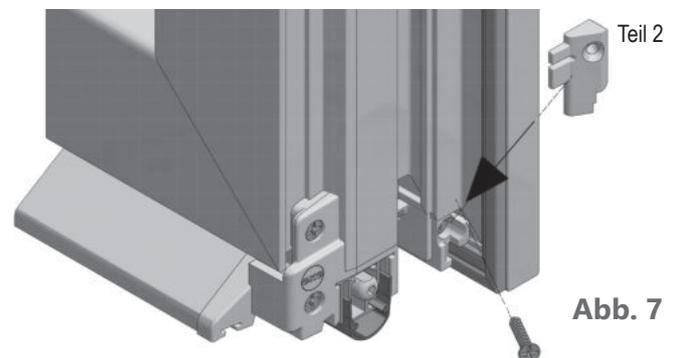

Abb. 7
- Nach der Beschlagmontage kann Teil 2 der Endkappe EK-BDA5821 von oben nach unten am Flügelüberschlag und durch die Beschlagnut auf die bereits montierte Endkappe geschoben und festgeschraubt werden (Abb. 7). Ist hier ein Beschlag montiert, muss die Zunge entfernt werden.
MONTAGE BEI HAUSTÜREN (Abb. 7):
- Teil 2 der Endkappe EK-BDA5821 kann nun von oben nach unten am Flügelüberschlag und durch die Beschlagnut auf die bereits montierten Teil 1 der Endkappe geschoben und festgeschraubt werden (siehe Abb. 7).